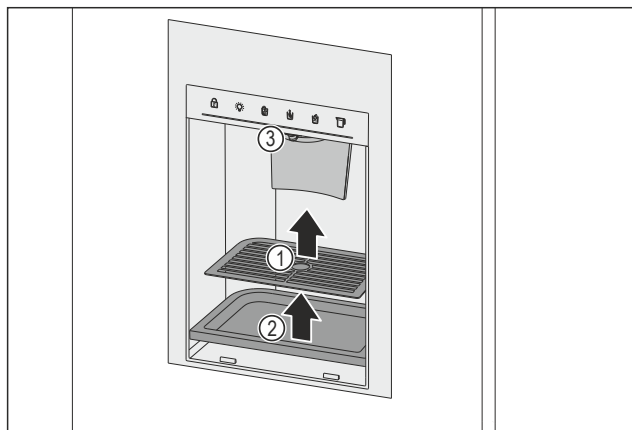

Fig. 155 Retrait de la grille d'écoulement et du bac d'écoulement
- Retirer la grille d'écoulement Fig. 155 (1).
- Retirer le bac d'écoulement Fig. 155 (2).
- Nettoyer l'évacuation Fig. 155 (3) et la zone environnante avec un chiffon doux et propre, de l'eau tiède et un peu de produit de nettoyage.